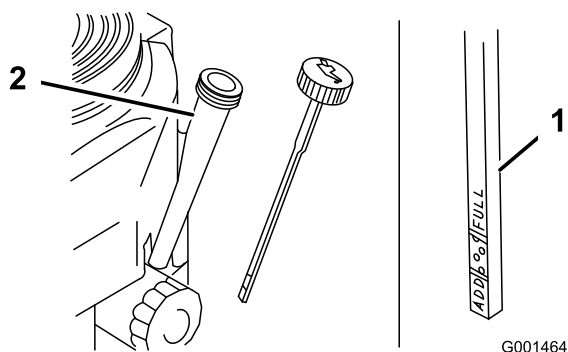

Figura 31
4. Pulite attorno all'asta di livello (Figura 31) in modo che la morchia non possa penetrare nel foro di rifornimento e danneggiare il motore.
5. Svitare l'asta di livello dell'olio e tergete l'estremità (Figura 31).
6. Inserite a fondo l'asta di livello nel tubo di rifornimento, senza avvitarla (Figura 31).
9. Versate lentamente nel tubo di rifornimento (Figura 31) l'80% circa dell'olio indicato.